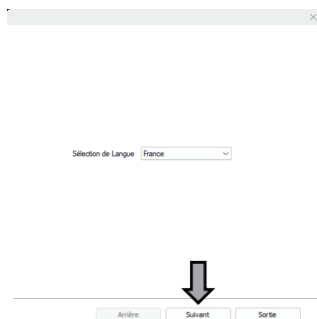

Fig.2
- ② Ouvrez l'interface d'installation du pilote de l'imprimante, sélectionnez la langue de votre choix, puis cliquez sur « Suivant » (voir Figure 2)